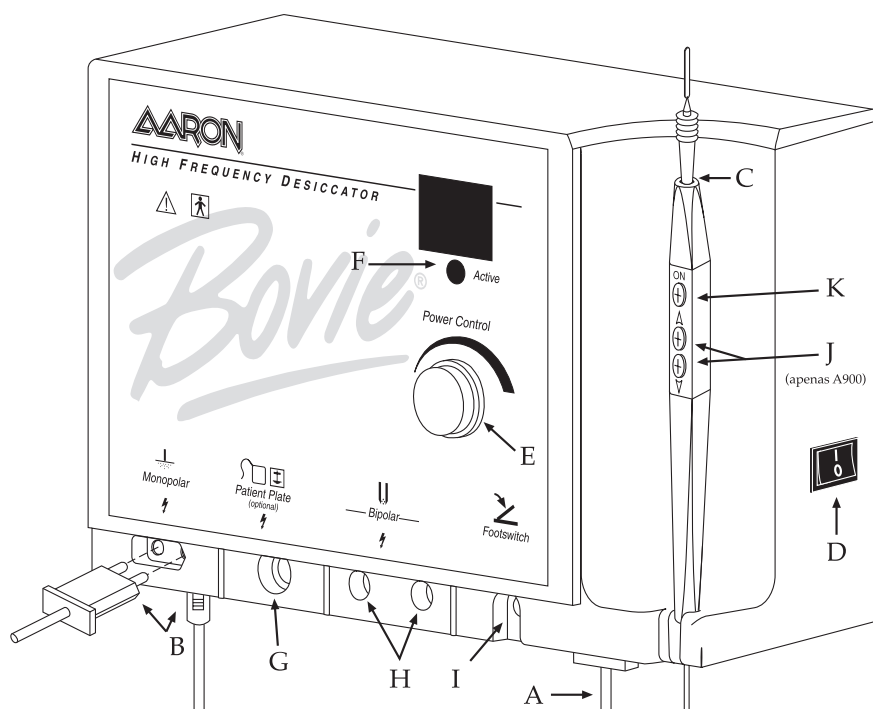

Figura 2
2. Encaixar a extremidade fêmea do cabo de alimentação na base da unidade (ver Figura 2, letra A).
4. Ligar a ficha da peça de mão à saída monopolar situada no canto inferior esquerdo na parte frontal da unidade (ver Figura 2, letra B). A ficha está concebida para encaixar apenas numa direcção. Encaixar o conector redondo mais pequeno da peça de mão na tomada situada na base da unidade (ver Figura 2, letra B). A peça de mão de três botões está concebida para proporcionar ao médico o total controlo, na ponta dos dedos, sobre as definições de saída de energia.
5. Fazer deslizar o eléctrodo standard para dentro da peça de mão, até que fique firmemente encaixado (ver Figura 2, letra C). A peça de mão aceitará a maioria dos eléctrodos standard de 3/32".
7. Ligar a alimentação da unidade, utilizando o interruptor situado no painel lateral direito da unidade (ver Figura 2, letra D).
8. Definir a potência de saída utilizando o botão na parte frontal da unidade (ver Figura 2, letra E) ou, apenas para a unidade Aaron 900, utilizando os botões com as setas para cima e para baixo existentes na peça de mão (ver Figura 2, letra J). Quando estiver a ser efectuada a regulação do nível de potência através da peça de mão, ouvir-se-á um sinal sonoro de aviso para indicar que o nível de potência foi alterado. Premir e manter premidos os botões com as setas para cima e para baixo fará com que as definições de potência mudem mais depressa, para uma rápida regulação das definições de potência. A potência de saída é apresentada em incrementos de "0,1" watt abaixo de 10 watts e em números inteiros de 10 a 30 watts.
9. Para activar a unidade, retirar a peça de mão do respectivo suporte. Colocar a peça de mão na posição desejada e premir o botão de activação (ver Figura 2, letra K). Quando a unidade estiver activada, ouvir-se-á um sinal sonoro de aviso e a luz azul indicadora de activação iluminar-se-á (ver Figura 2, letra F).
10. Para utilizar a placa de protecção à terra opcional com cabo (A802EU), inserir a ficha do cabo na saída para placa de protecção à terra (ver Figura 2, letra G) e encaixar a outra extremidade na placa de protecção à terra. A placa deverá ser colocada por baixo do paciente de forma a que toda a placa fique coberta por pele nua. Não utilizar géis ou cremes na placa.
11. Para utilizar o cabo bipolar opcional (A827EU), inserir as fichas nas saídas bipolares (ver Figura 2, letra H). O cabo é então ligado ao fórceps (A820-A826). Uma porta deslizante por trás das saídas monopolar e bipolar impede que o utilizador utilize ambas as saídas simultaneamente.
12. O pedal opcional é ligado na saída para pedal e colocado no chão (ver Figura 2, letra I). O pedal pode ser utilizado em procedimentos monopolares e tem que ser utilizado em procedimentos bipolares.